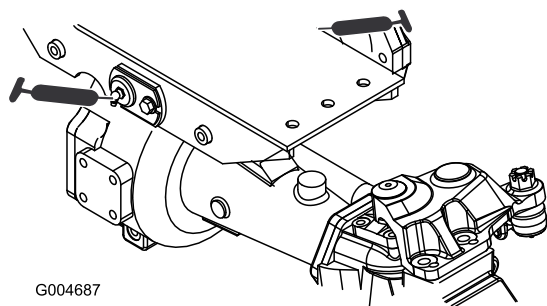

Figura 37
- 2 boccole orientabili dell'assale anteriore e posteriore (Figura 37)